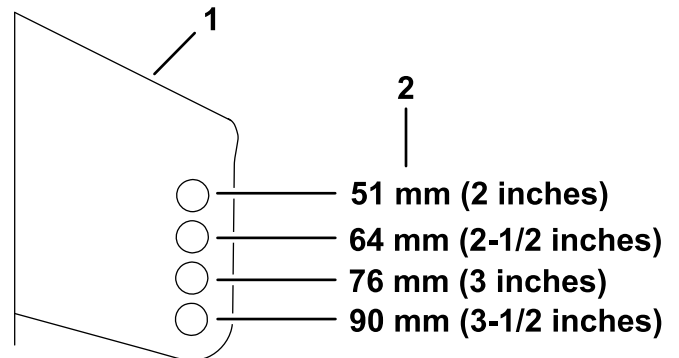

**Figura 29**
4. Después de ajustar la altura de corte, ajuste los rodillos protectores del césped retirando las fijaciones de montaje (Figura 29).
6. Apriete la contratuerca (3/8") a 41-47 N·m (30-35 pies-libra), como se muestra en la Figura 29.